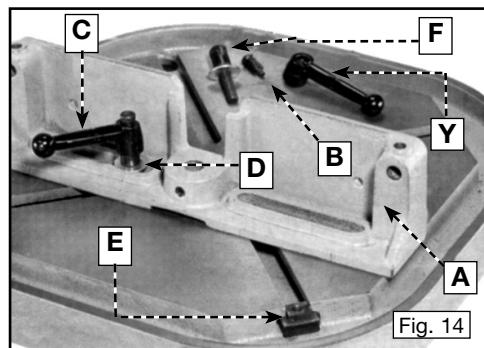

Fig. 14
Ajuste la guía (A) Fig. 14 a la mesa de la prensa para taladro con dos palancas de bloqueo (C, Y), arandelas planas (D) y tuercas T (E), una de las cuales se observa en el montaje (C).